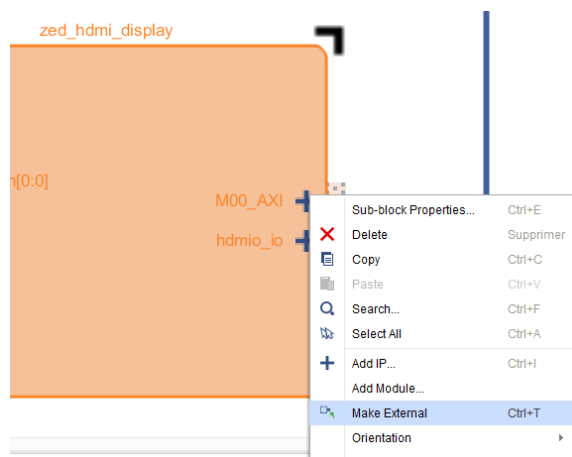

FIGURE 10 – HDMIO externe
22. Définissez comme externe le port **hdmio_io**, avec un clic droit sur le port, comme à la figure 10.